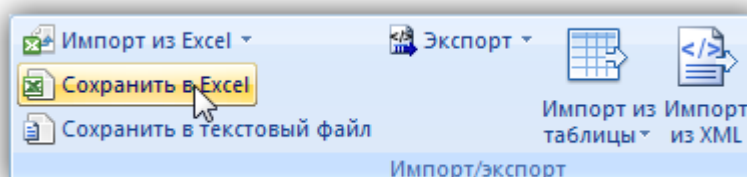

Рис. 10-77 – Кнопка «Сохранить в Excel»
- 4) Пример отчета связи между ЛСИ и ЛСФ показан на рис. 10-77.